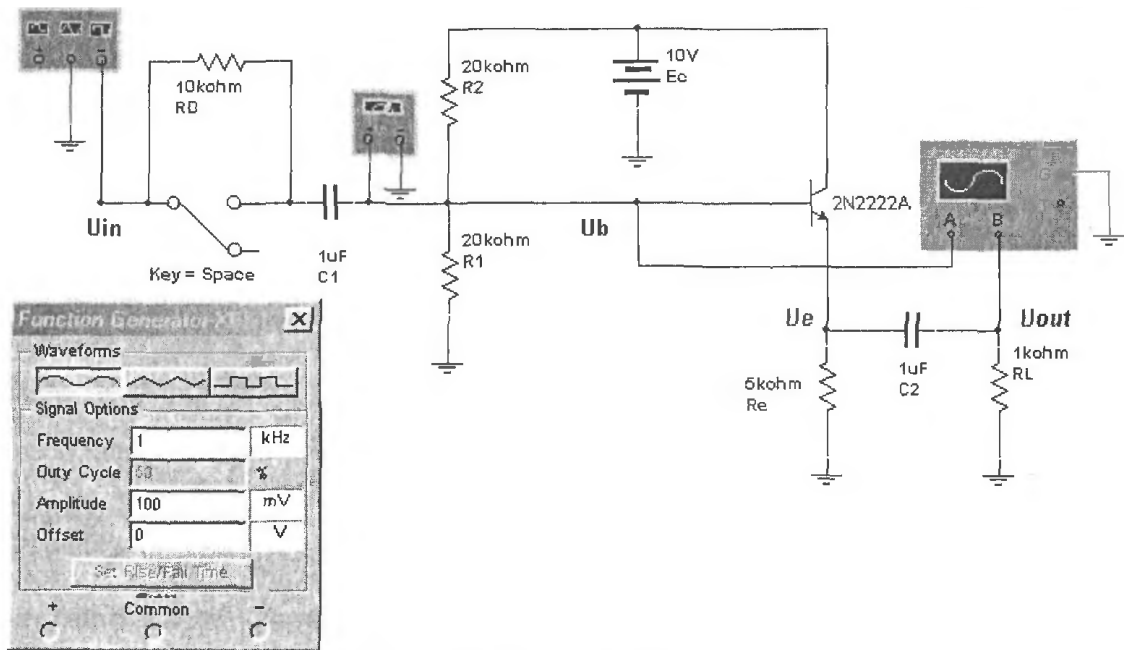

Рисунок 4 - Схема усилителя с общим коллектором
1. Смоделируйте схему усилителя с общим коллектором, изображенную на рис. 4. Установочные параметры приборов в схеме должны соответствовать установочным параметрам приборов на рис. 4.